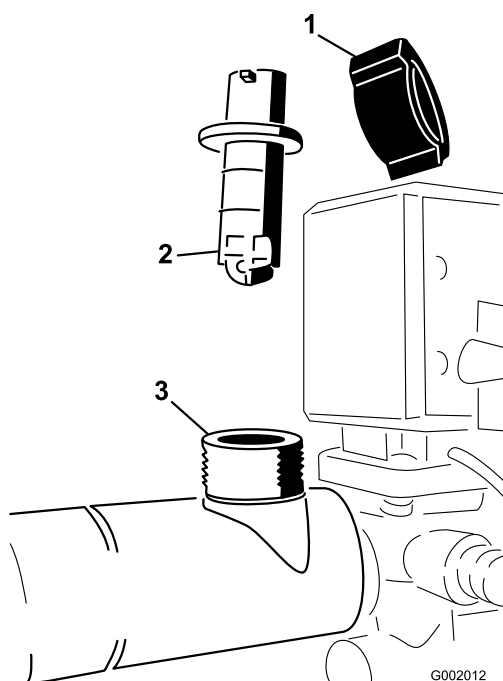

Figura 74
2. Retirar a cobertura de suporte do corpo do fluxímetro (Figura 74).